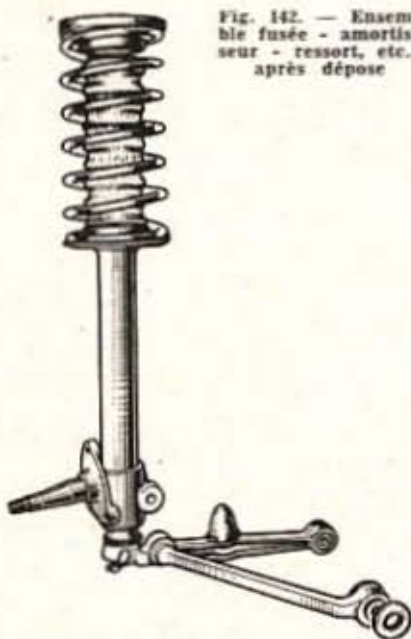

Fig. 142. — Ensemble fusée - amortisseur - ressort, etc... après dépose
- Retirer l'ensemble fusée-amortisseur ressort. Récupérer la rondelle caoutchouc du silentbloc de bras AV (fig. 142).